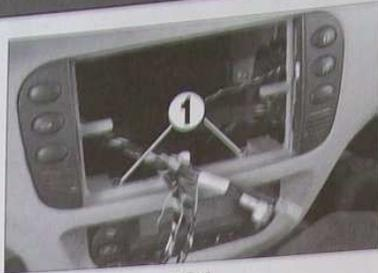

FIG.4
- les 2 vis de fixation (1) du tableau de commande de climatisation (Fig.4).